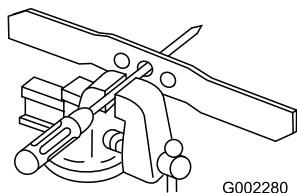

Figura 26
1. Verificate il bilanciamento della lama collocando il foro centrale della lama su un chiodo o sul codolo di un cacciavite serrato orizzontalmente in una morsa (Figura 26).